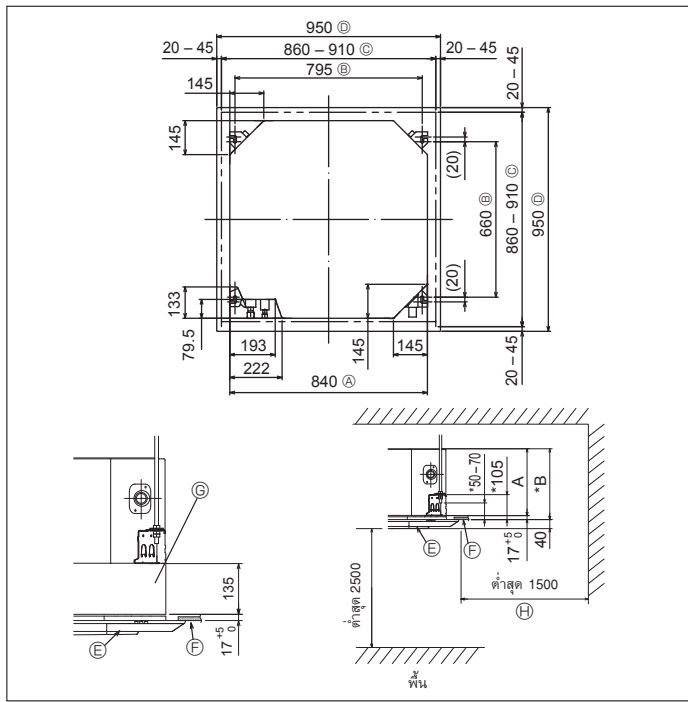

Fig. 3-2
3.2. การเจาะช่องและสถานที่สำหรับติดตั้งเครื่อง (Fig. 3-2)
- ความกว้างของช่องเปิดของเพดานนั้นต้องให้อยู่ในเกณฑ์บังคับ ซึ่งแสดงอยู่ใน Fig. 3-2 โดยให้จุดกึ่งกลางของตัวเครื่องตรงกับช่องเปิดของเพดาน และควรแน่ใจว่าช่องว่างสำหรับฝังตรงข้ามของทุกด้านนั้นห่างเท่ากัน